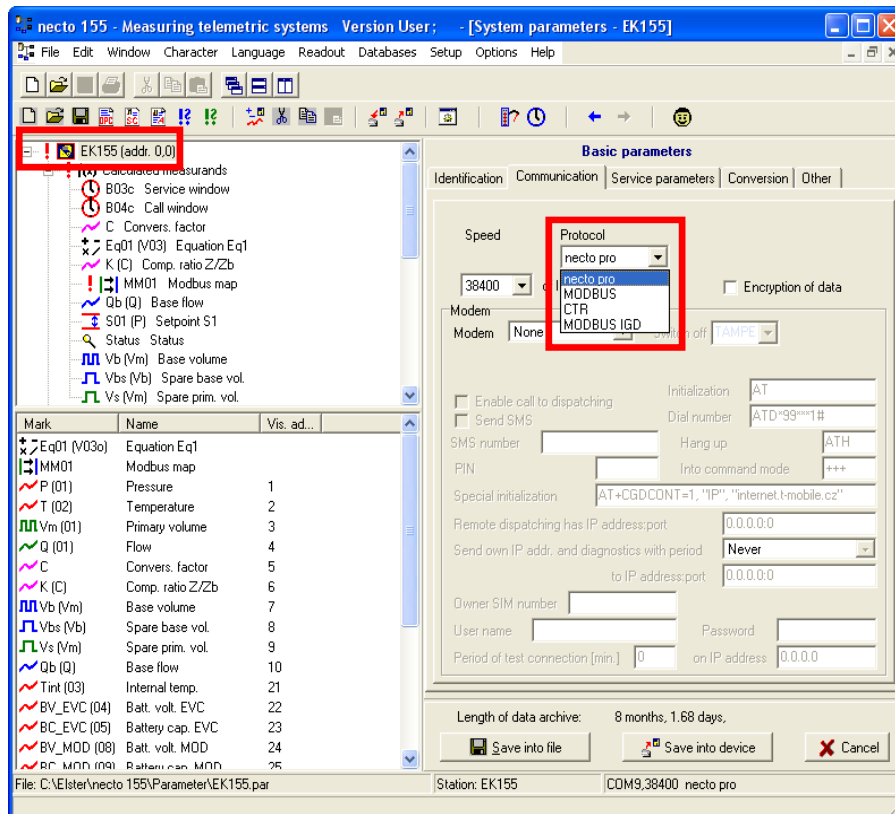

Fig. 54 Avvio del protocollo di comunicazione nel dispositivo
**communication** nella scheda **Communication** (Fig. 54 Avvio del protocollo di comunicazione nel dispositivo ).